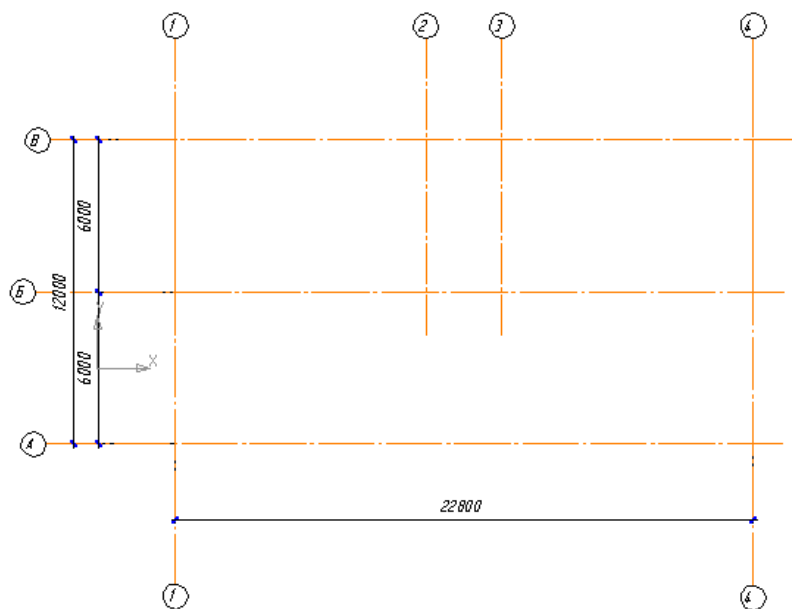

Рис. 3
8. Построить сетку координационных осей. Библиотека СПДС-обозначений – Сетки координационных осей – Сетка прямых координационных осей – Задавать оси по отдельности – Цифровые оси – Буквенные оси (нумерация осей на задании по нижней и левой стороне здания) – Отступ размерной цепи 30 мм – ОК. Сетку поставить в нижний левый угол формата. Если координационные оси на лицевой и дворовой стороне здания расположены по-разному, добавить отдельные оси (1, 2, 3 ,4) с дворовой части здания через компактную панель – Обозначения для строительства – Отдельная координационная ось (рис.3).